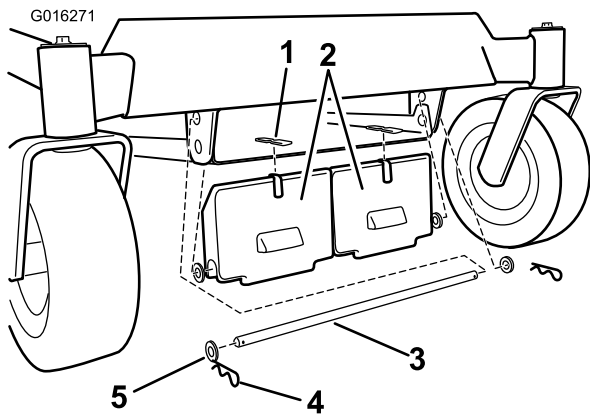

Figuur 1
1. Voor machines met een maaierbehuizing: verwijder de 2 moeren en bouten waarmee de voorzijde van de maaierbehuizing aan de machine is bevestigd (Figuur 1). Vergeet de bak niet opnieuw te monteren zodra de gewichten bevestigd zijn.
4. Voor machines met een maaierbehuizing: monteer de maaierbehuizing op de machine (Figuur 1).